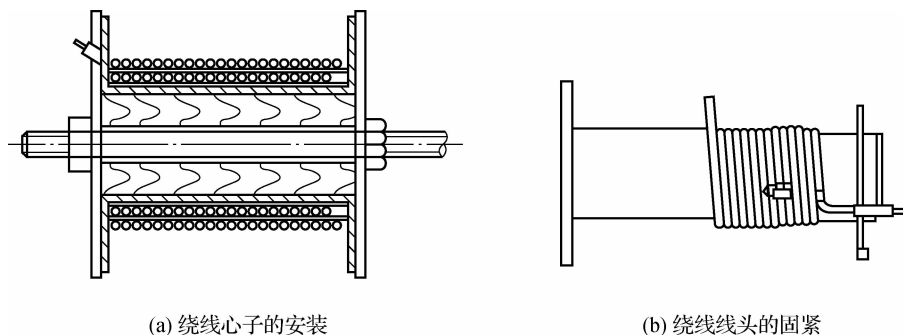

图 3-7 绕线
- (1) 木心固定在绕线机轴上, 并在木心上套好纸质无框骨架, 如图 3-7(a) 所示。
- (2) 用一层电缆纸与一层黄蜡布重叠在一起绕两周后用胶水粘牢, 作为绕组与铁心间的绝缘。
- (3) 开始绕线, 线头压入一条 1 cm 宽的黄蜡布折条, 以便抽紧起头, 如图 3-7(b) 所示。
(10)对于绕组末端的固定,可用 $1\text{ cm}$ 宽的黄蜡布折条按图 3-7(b)所示方法处理。